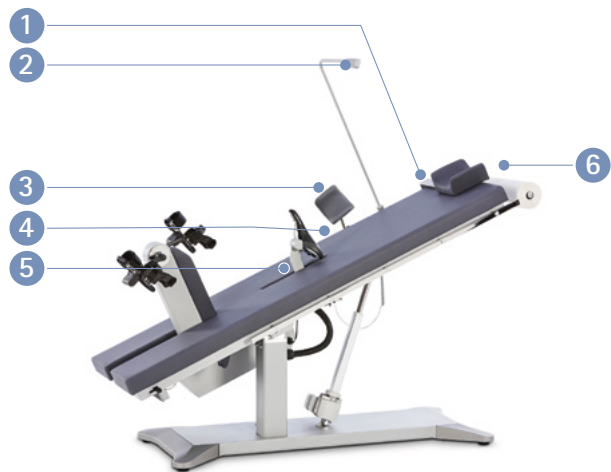

Abbildung 4-7: Anbauteile montieren
- Sattel **5** in die Sattelführungsschiene einstecken (siehe Abbildung 4-7).